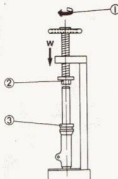

Bild 181
- Gabelstandrohr (7) in die geschützten Backen (Holz, Gummi, Aluminium) eines Schraubstocks einspannen.
- Gummikappe (17) mit Schraubenzieher abheben.
- Verschlussstopfen (19) mit Schraubenzieher etwa 1 mm weit nach unten (weiter geht es nicht) drücken (Helfer einsetzen!) Mit Reissnadel und kleinem Schraubenzieher Sprengring (18) ausbauen.
- Durch die Federkraft der unter Vorspannung stehenden Gabelfedern (8 und 9) rutschen die Bauteile 19 mit aufgezogenem Gummiring 20 heraus. Kurze Feder (8) und lange Feder (9) entspannen sich dabei. Vorsicht, bei plötzlicher Entspannung fliegen die Bauteile in hohem Bogen meist an Stellen der Werkstatt, wo man sie nur schlecht wiederfindet!
- Kurze Feder (8), lange Feder (9) und zwischen beiden Federn liegenden Federteiler (21) aus Gabelstandrohr herausnehmen. Der Federteiler (21) hat die Form einer Scheibe $20 \times 27,5 \times 1,5$ mm.
- Staubdichtung (3) mit Schraubenzieher aus ihrem Sitz herausheben und über das Standrohr hinweg abnehmen.
- Federstahl-Klemmring (4) unter der Staubdichtung vorsichtig aus seiner Nut heraushebeln.
- Trick zum Ausbau der Wellendichtung (5): lange Feder (9) einsetzen, Rohr bis oben mit Öl füllen. Verschlussstopfen (19) mit aufgezogenem O-Ring einbauen und mit Sprengring (18) sichern.
- Wenn Körperkraft allein nicht reicht, um genügend hohen Druck zu erzeugen, mit einfachen Mitteln eine Spindelpresse bauen, die nach dem Prinzip im Bild 181 arbeitet.